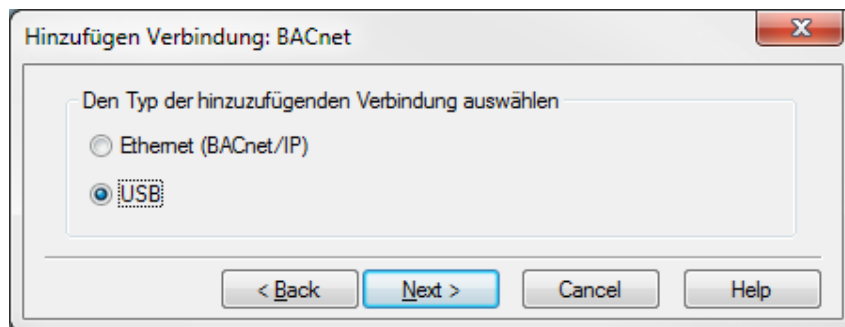

Abbildung 5-3: USB auswählen
4. Markieren Sie die Option USB und klicken Sie anschließend auf „Weiter“ (Abbildung 5-3).